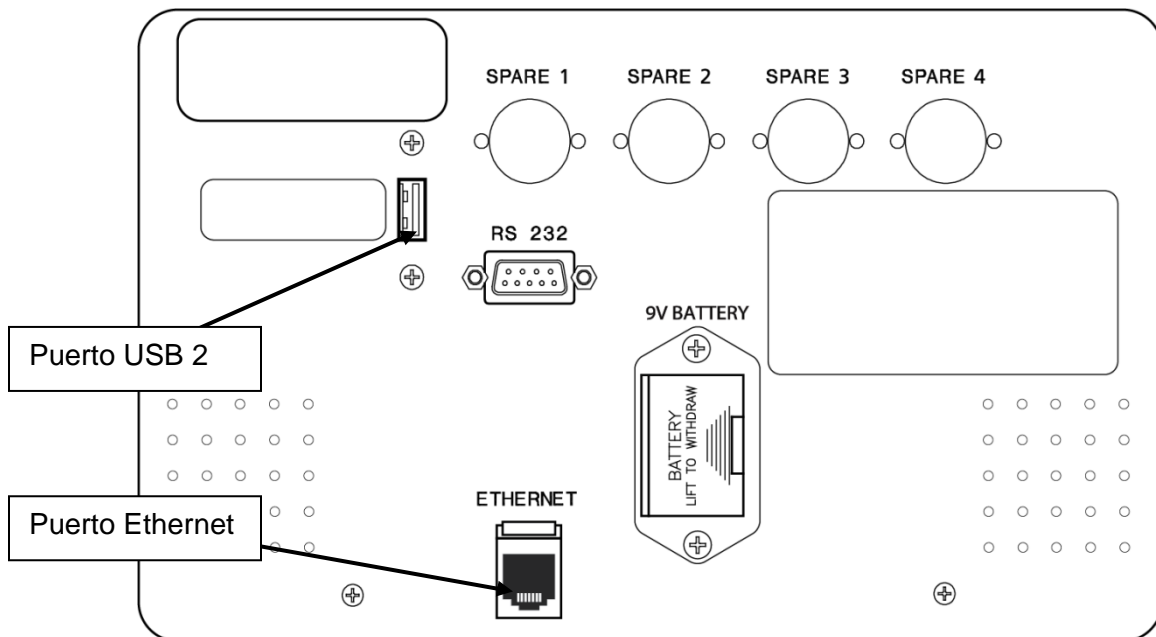

Figura 107 – Acceso de la PC CDX en el Panel Trasero
El puerto USB #2 está localizado en el panel trasero de la máquina (Vea Figura 107). Se utiliza por el sistema CDX. Además, el panel trasero tiene un puerto Ethernet para la PC CDX.
- Arranque desde una unidad USB, con el sistema operativo preinstalado, conectada al puerto USB en el panel posterior (vea Figura 107).